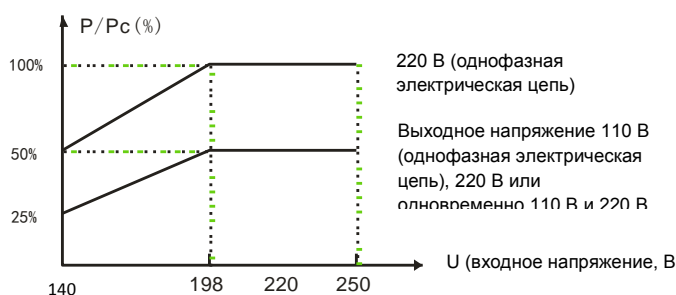

Рисунок 1
1. Перед началом работы убедитесь в том, что напряжение электрической сети находится в пределах диапазона входного напряжения, допустимого для данного устройства. Присоедините провод заземления к разъему заземления (6).
2. Включите регулятор напряжения с помощью выключателя питания (1). На вольтметре выходного напряжения (5) регулятора напряжения должен отображаться отсчет 220 В. Только после того, как вы убедитесь в том, что напряжение является нормальным, вы можете включить оборудование, подключенное к регулятору напряжения.
3. Если регулятор напряжения одновременно выдает напряжение 220 В (4) и 110 В (3), то суммарный ток нагрузки не должен превышать номинальное значение.
4. Если напряжение сети ниже 198 В (см. рисунок 1): используйте это напряжение со снижением мощности в соответствии с кривой выходной мощности.